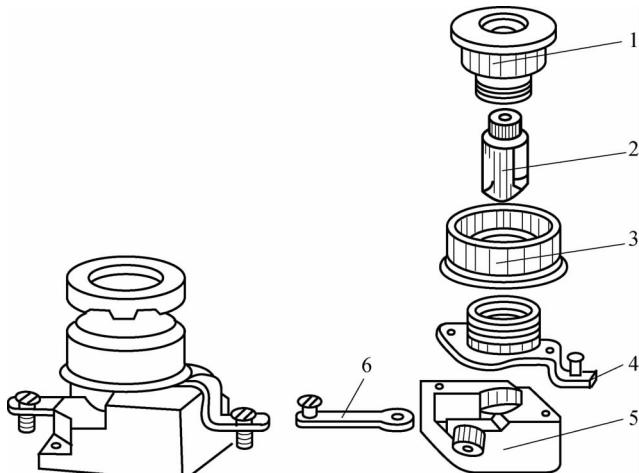

图 2-5 螺旋式熔断器的外形结构
(2)螺旋式熔断器。螺旋式熔断器主要由熔断管、瓷帽、瓷座三部分组成,如图 2-5 所示。熔断管是一个装有熔丝的瓷管,里面填充着石英砂,用来熄灭电弧。熔丝焊在瓷管两端